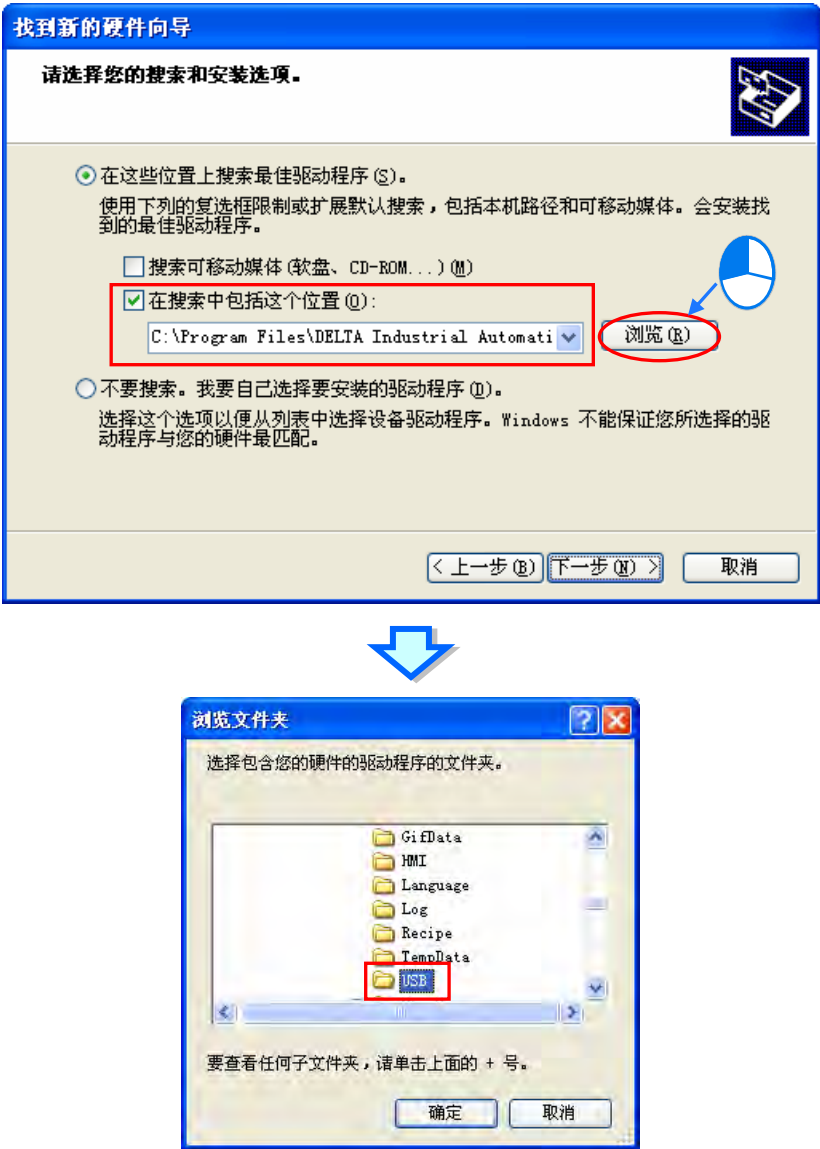

图 B-3 安装过程
接着指定正确的驱动程序路径，但若通过其它方式所取得的驱动程序，则请自行指定相对的路径。完成后点击「下一步 (N)」以继续进行安装步骤。如图 B-3。